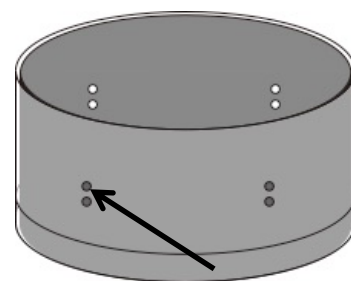

図9 LEDの足を通す穴
3) クリアケース側面に黒画用紙の印の所をケースの内側から目打ちで直径約1 mmの穴をあけます(図9)。この時、カッター板の上に段ボールを置いてその上にクリアケースの側面を置き、目打ちであけるとあけやすいでしょう。